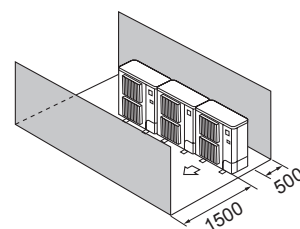

Fig. 2-15
- ④ Само препятствия отпред и отзад (Fig. 2-15)